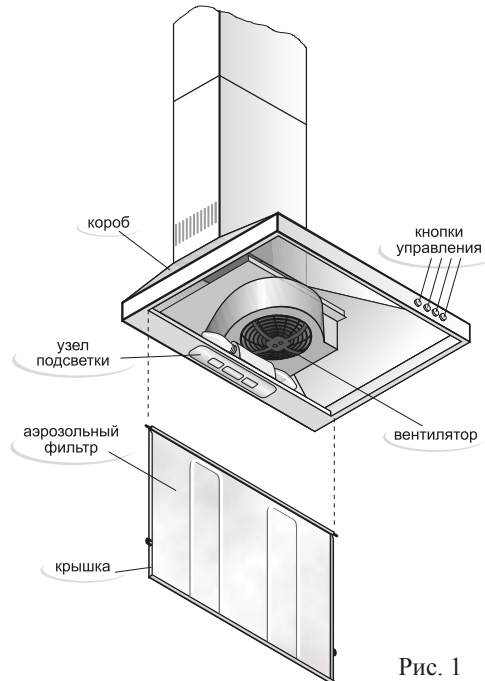
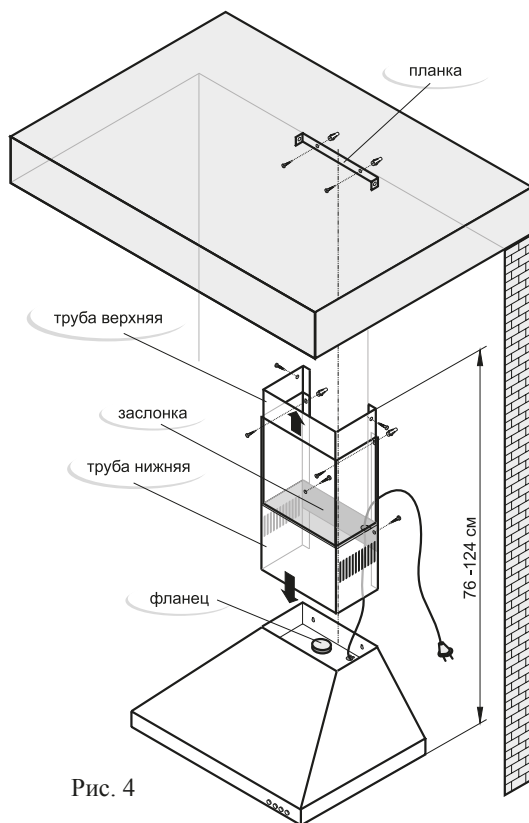

Рис. 1
Рис. 4
- 5.1 Внутри короба воздухоочистителя (рис.1) располагаются вентилятор и узел подсветки. Снизу короб закрывается крышкой с аэрозольным фильтром (или металлическим фильтром для модификаций K30, K44, K45, K47). На панели расположены кнопки управления работой воздухоочистителя. В верхней полости короба воздухоочистителя (рис.4) установлен фланец для отвода очищенного воздуха.